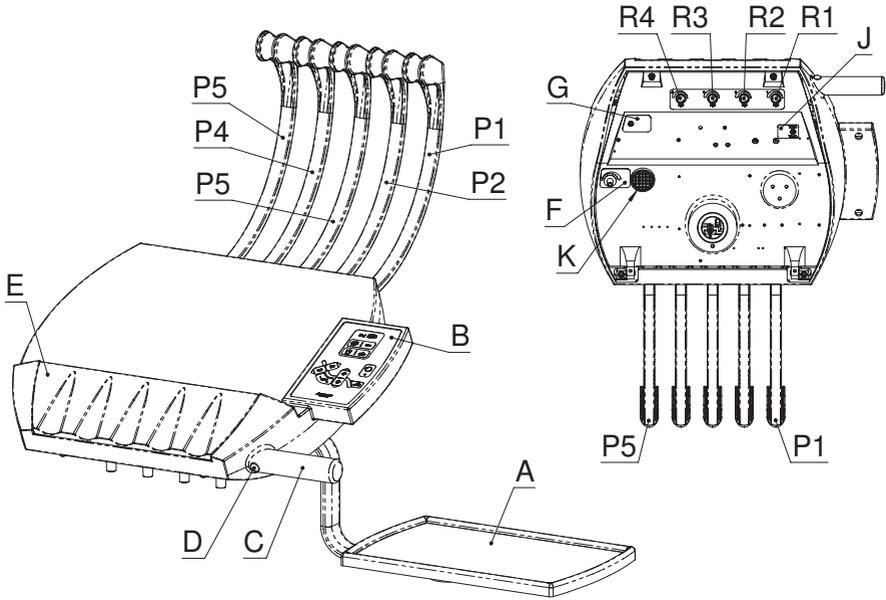

Fig. 6
Le plateau d'instruments (Fig. 6), conçue ergonomiquement pour faciliter le travail de l'utilisateur, dispose d'un plateau d'instruments auxiliaire (A), d'une légère inclinaison du clavier principal (B) pour faciliter sa visualisation, et d'une poignée de déplacement très pratique (C). Utiliser le bouton situé sur la face avant (D) pour débloquer le frein pneumatique et libérer la position en hauteur.